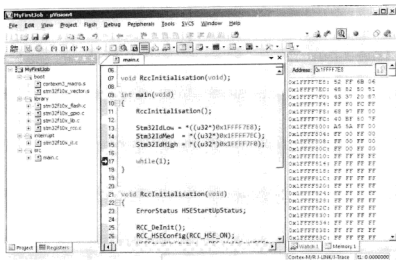

图 4.4.25 Memory 窗口
③ 变量一定是存放在 STM32 内部的存储空间中(无论是 Flash 空间还是 RAM 空间),即这些存储空间应该也是可以查看的。操作流程如下:选择 View \rightarrow Memory Windows \rightarrow Memory 1 / Memory 2 / Memory 3 / Memory 4 菜单项,此时根据选择出现 Memory 窗口。在 Memory 窗口中填入所要查看的存储地址(此处填入 0x1FFFF7E8,注意前面的 0x 不能省略),按下回车键后 Memory 窗口的内容发生跳转,如图 4.4.25 所示。
从图 4.4.25 中可以看到,从 0x1FFF7E8 地址处开始的数据分配情况如下: